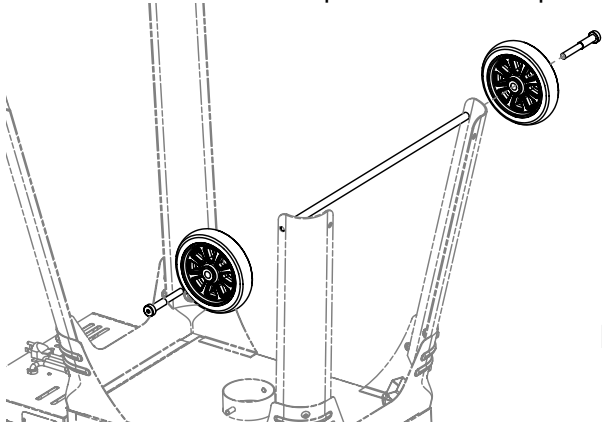

FIG. 2
2. Monter les roues sur les pieds comme indiqué à la Fig. 2.